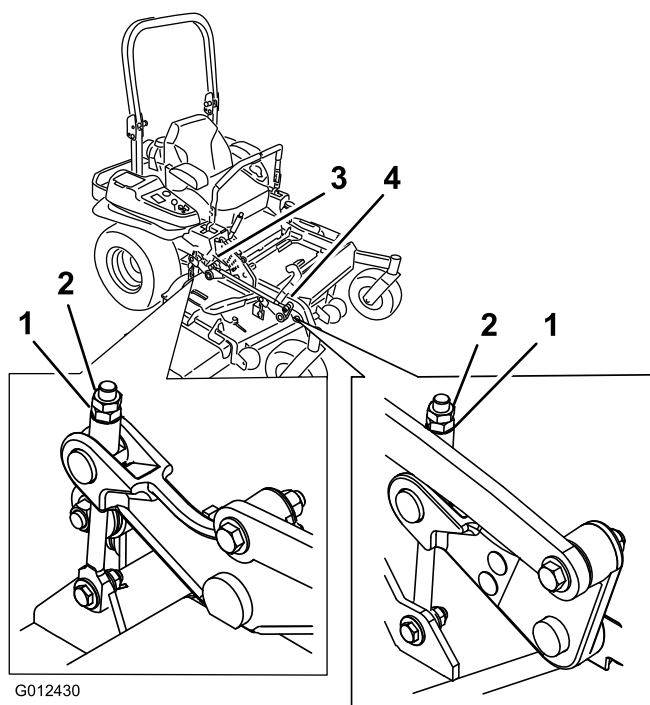

Figura 86
10. Mettete a punto il dado di regolazione sul gruppo di sollevamento del piatto di taglio anteriore ruotandolo (Figura 86).
16. Mettete a punto il dado di regolazione sul gruppo di sollevamento del piatto di taglio anteriore ruotandolo (Figura 86).